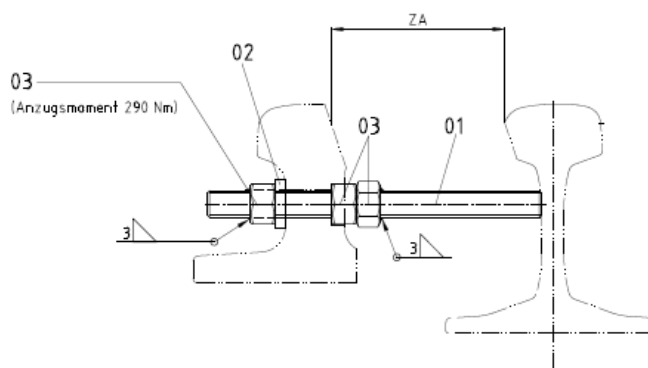

Bild 23 Stilllegungsart I mit Beistellvorrichtung EBV an abliegender Zunge
4. Verschweißen der Muttern (3) mit Gewindestange (Bild 23)